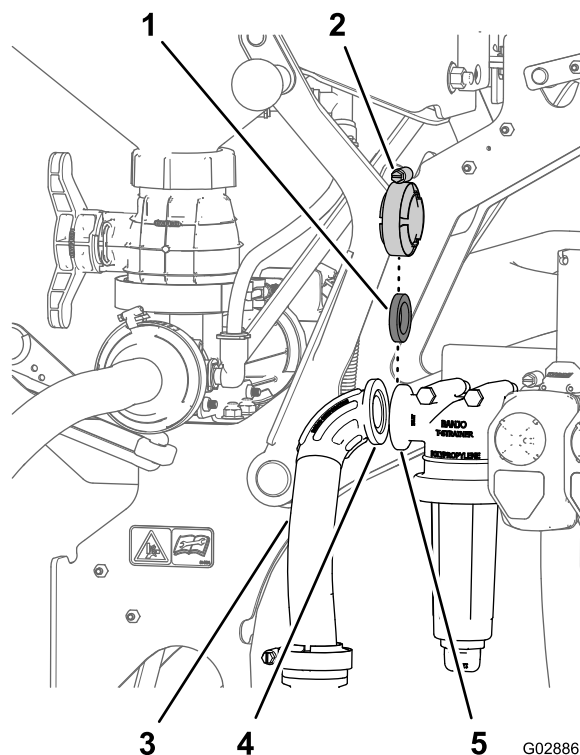

Figure 28
1. Alignez la bride du raccord à 90° du flexible d'entrée et la bride de la tête du filtre sous pression (Figure 28).
2. Fixez le flexible d'entrée à la tête du filtre sous pression avec le joint et le collier à bride (Figure 28) que vous avez retirés à l'opération 1 de Préparation au montage de la vanne de mélange (page 11).